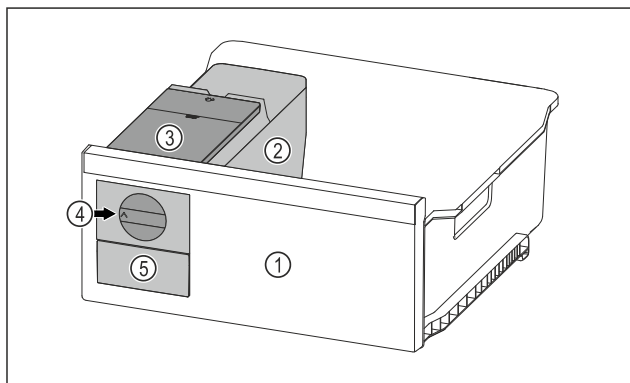

Fig. 125 Eksempelfremstilling
- ▶ Vri dreieknotten *Fig. 125 (4)* med klokken til den stopper.
- ▷ Isbitene faller fra isbitbrettet og ned i isbitskuffen *Fig. 125 (5)*.